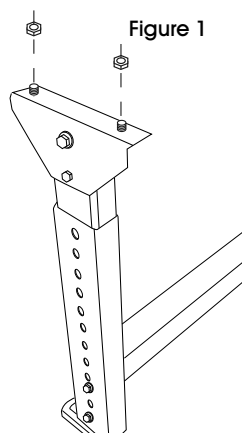

Figure 1
1. Hardware is pre-screwed into the tops of the H-Stands. Remove the hardware using a 9/16" (14 mm) wrench. (See Figure 1)
1. Le matériel d'installation est prévisé sur le dessus des pieds de soutien en H. Retirez le matériel d'installation en utilisant une clé de 9/16 po (14 mm). (Voir Figure 1)